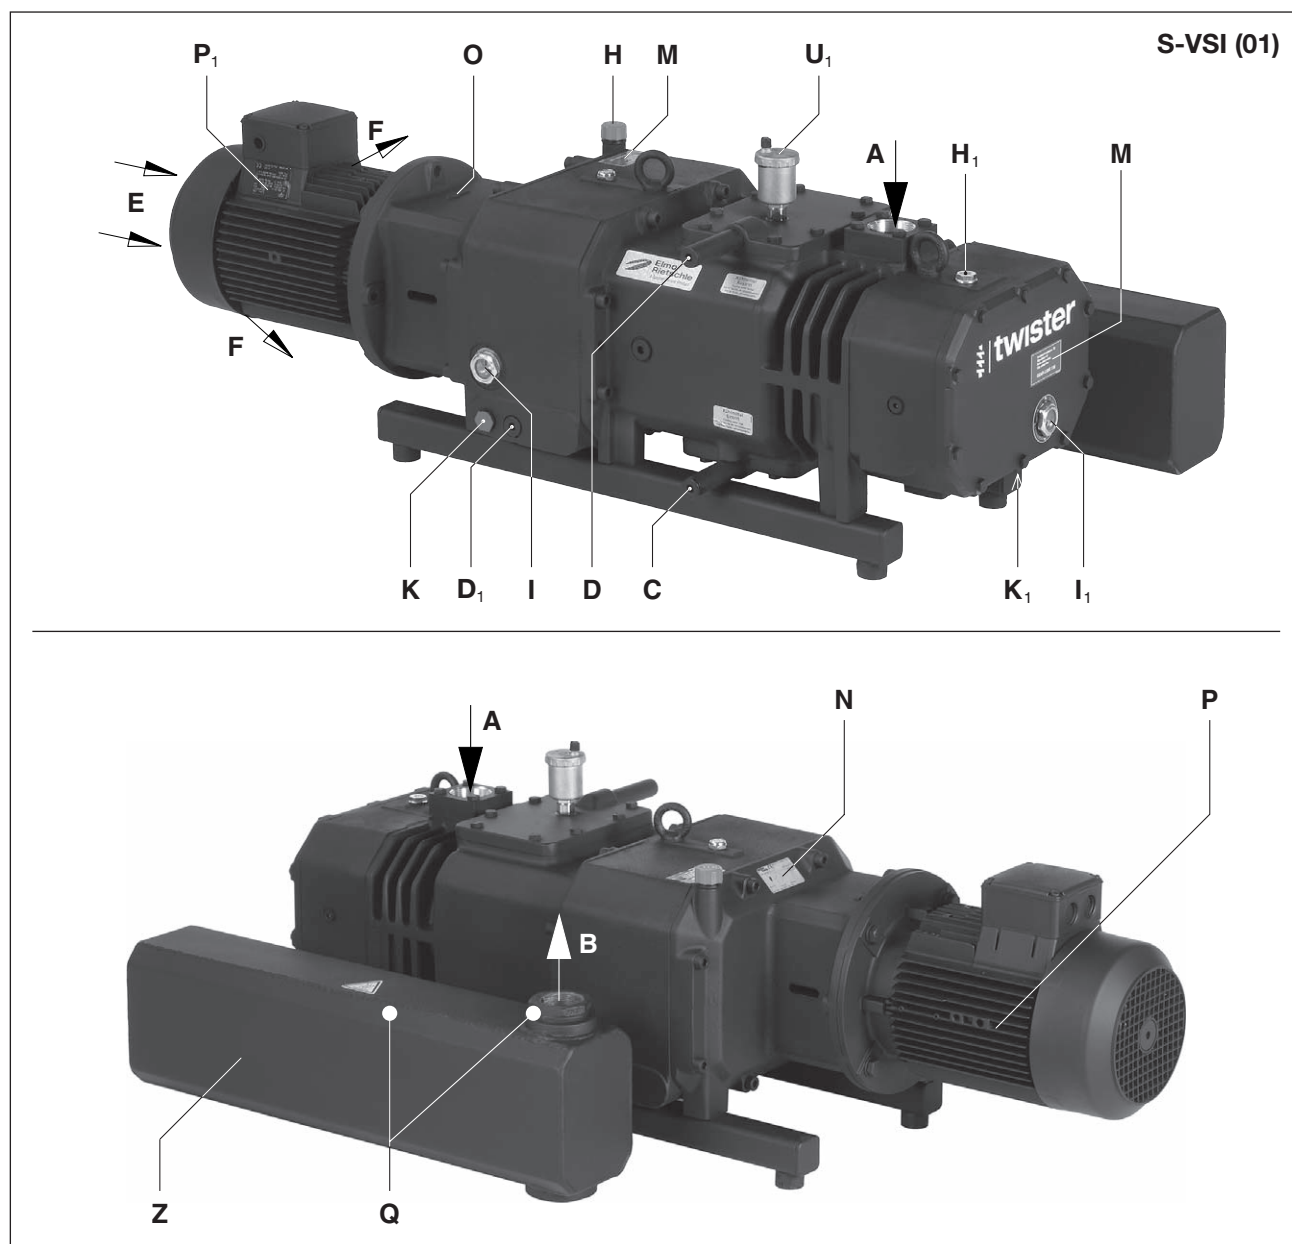

Fig. 2 Vakuumpump S-VSI 100
Oljepåfyllningspunkten (Fig. 2/H, H₁), oljesynglas (Fig. 2/I, I₁) och oljeutloppen (Fig. 2/K, K₁), kylvattensinloppet (Fig. 2/C) och kylvattensutloppet (Fig. 2/D) måste vara lättåtkomliga.
Kylluftsutloppen (Fig. 2/E) och kylluftsutloppen (Fig. 2/F) måste vara 30 cm från intilliggande väggar. Kylluft som släpps ut får inte sugas in igen.
- a) Vakuumanlutning vid (Fig. 2/A).
- b) Den utsläppta luften kan ledas ut genom frånluftsljuddämparen (ZSZ) vid (Fig. 2/B) eller ledas iväg via en slang eller ett rör.
Luftventilen (Fig. 2/B) får inte vara stängd eller blockerad.
- a) Anslut kylvattenröret till kylvatteninloppet (Fig. 2/C) kylvattenavloppsroret till kylvattenutloppet (Fig. 2/D).
- a) Fyll på smörjolja (lämpliga sorter anges under "Underhåll") till kuggarna och lagren i oljepåfyllningspunkterna (Fig. 2/H, 2/H₁) upp till mitten av inspektionsglasen (Fig. 2/I, 2/I₁).
- a) Uppgifter om motorns elektronik finns på märkskylten (Fig. 2/N) eller på motorns märksskylt (Fig. 2/ P₁). Motorerna uppfyller kraven i DIN EN 60034 och tillhör skyddsklass IP 55 samt isoleeringsklass F. Lämpligt kopplingsschema finns i motorns anslutningsbox (inte på versionen med kontaktdon). Motoruppgifterna måste jämföras med uppgifterna om det befintliga huvudnätverket (aktuell typ, spänning, nätverksfrekvens, tillåtet strömvärde).
Vid maskinens driftstemperatur kan yttemperaturerna på komponenterna (Fig. 2/ Q) överstiga 70°C.